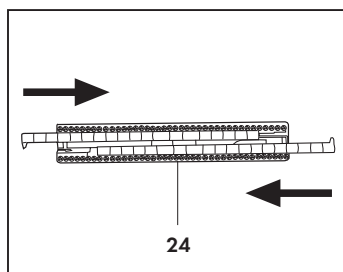

Fig. 9
Pour monter le châssis-brosse pour moquettes et tapis (24), introduire les brosses dures dans les glissières prévues à cet effet, avec les languettes orientées vers l'intérieur (Fig. 9).